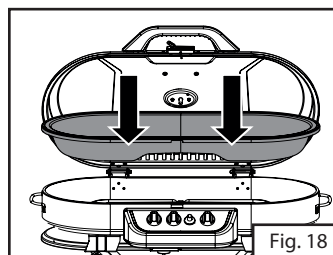
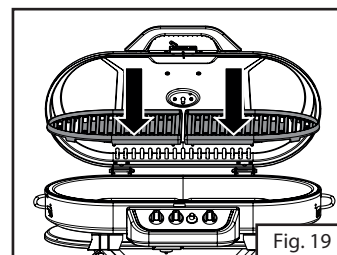

Fig. 18
Fig. 19
3. Remplacez le bac à eau (Fig. 18), placez les grilles de cuisson (Fig. 19), puis fermez et verrouillez le couvercle du gril.